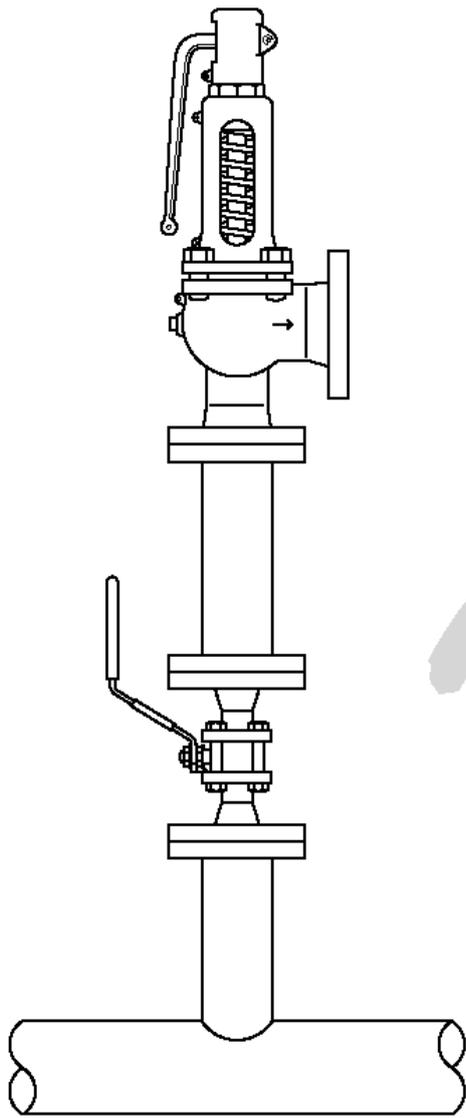

Fig. 4
- 6.3** Il est interdit d'isoler la soupape, c'est-à-dire, que la soupape ne doit pas avoir de robinet d'isolement (voir Fig. 4).